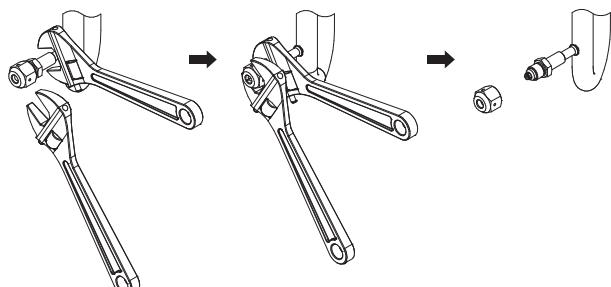

Imagen 2
- Extraiga la tapa acampanada y la tuerca acampanada del puerto de medición - válvula antirretorno (Imagen 2).